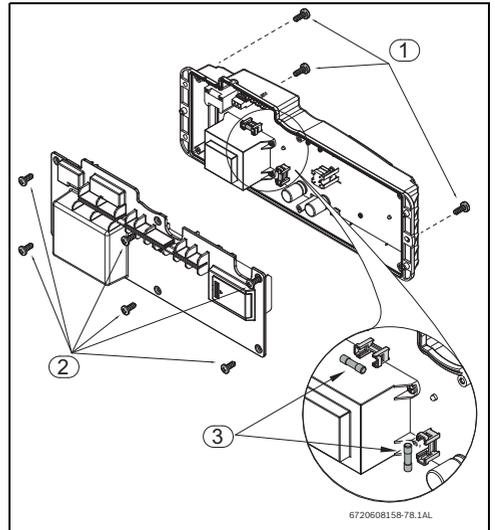

Fig. 36 Ubicación de los fusibles
- ▶ Jalar la caja electrónica para acceder a los seis tornillos situados en la parte posterior y retirarlos (Fig. 36, pos. 2).
- ▶ Después de verificar los fusibles (Fig. 36, pos.3) proceder al montaje de todas las piezas en el orden inverso.